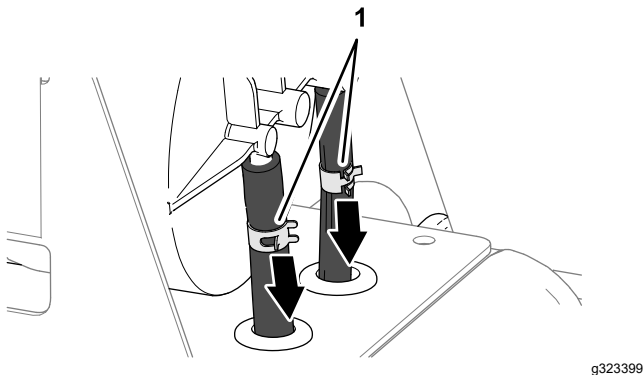

Figura 117
3. Afloje las 2 abrazaderas que sujetan las mangueras a los acoplamientos del cartucho de carbón (Figura 117).